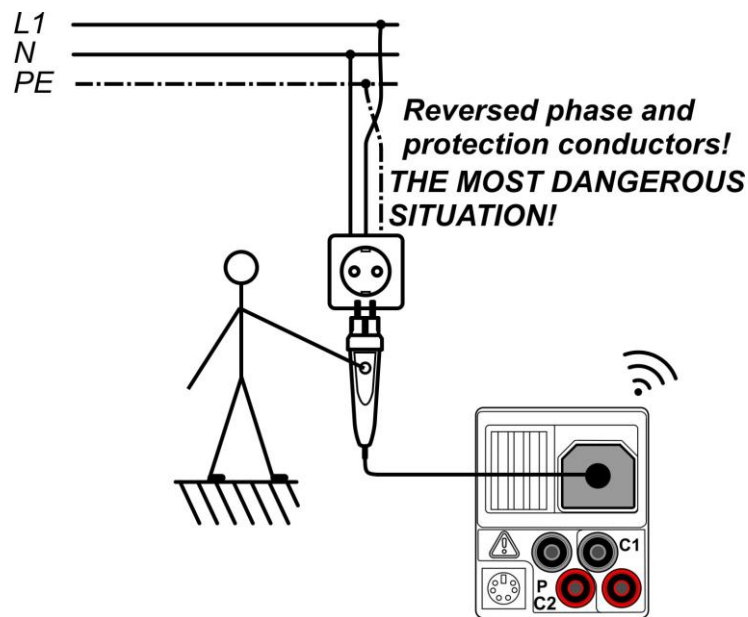

Abbildung 5.36: Vertauschte L- und Schutzleiter (Stecker-Commander)
- ❑ **Schließen** Sie die Prüflleitungen am Prüfling an, (siehe *Abbildung 5.36 und 5.37*).